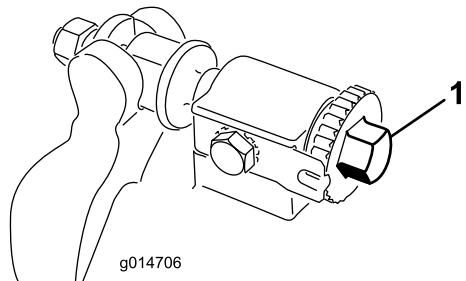

Bild 10
1. Stellen Sie die Maschine auf eine flache, ebene Arbeitsfläche. Stellen Sie sicher, dass die Spindel das Untermesser nicht berührt. Drehen Sie die Einstellschrauben des Untermesserträgers nach links (Bild 10).